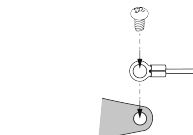

Рисунок 4.4 – Соединение клеммы заземления прибора с клеммой заземления пользовательского провода
5. Соединить провод заземления с клеммой заземления прибора (см. рисунок 4.4).